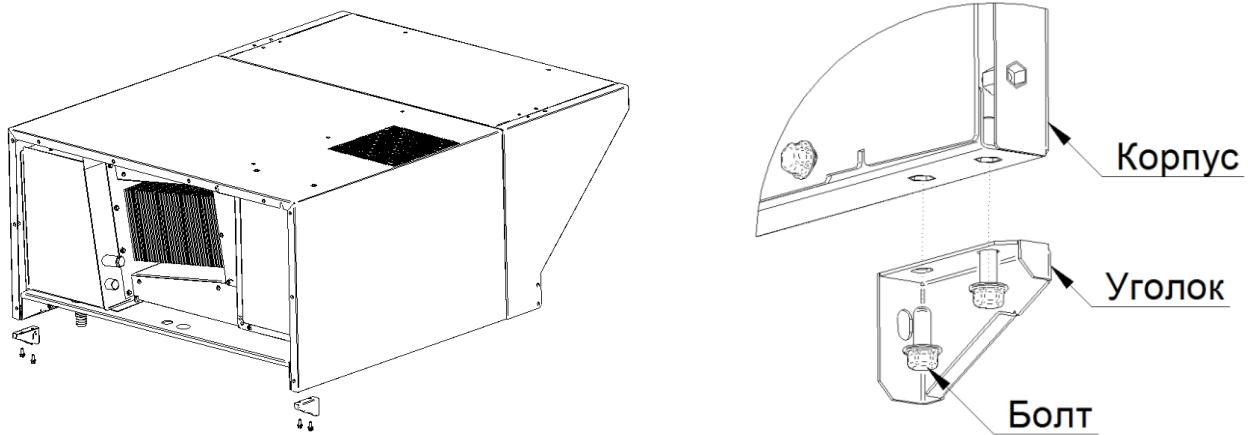

Рисунок 6
8. Снять заднюю крышку зонта, открутив крепеж (см. Рисунок 6);
9. Установить на зонт ЗВВ-4-6/4П уголки ЗВВ-4-6/4П.00.00.001 и ЗВВ-4-6/4П.00.00.001-01, зафиксировав их болтами M5x12 из комплекта (см. Рисунок 6);